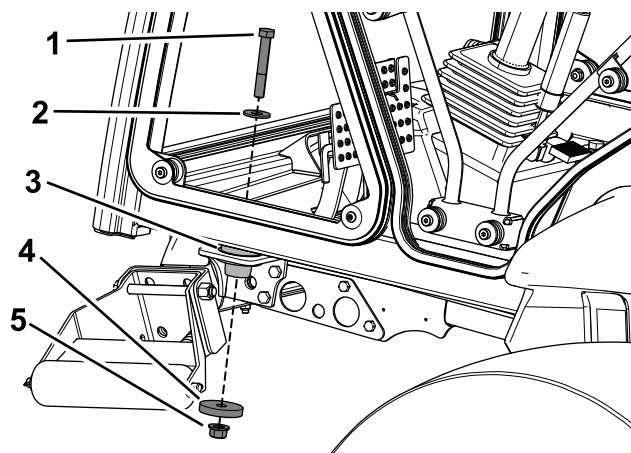

Рисунок 28
6. Закрепите кабину на передних креплениях на машине, используя болт (1/2 x 3-1/4 дюйма), шайбу (1-3/8 дюйма), шайбу (2-1/4 дюйма) и контргайку (1/2 дюйма) (Рисунок 28).